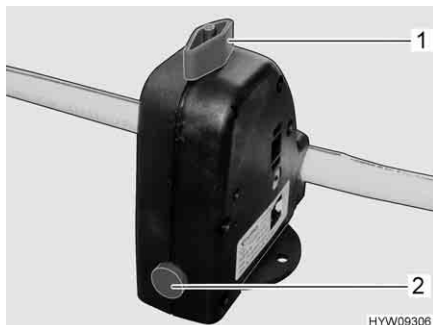

Fig. 99 Valvola di sicurezza/di scarico (Truma)
- Chiudere la valvola di sicurezza/di scarico (Truma). A tal fine ruotare la manopola (Fig. 99,1) verticalmente rispetto alla valvola di sicurezza/di scarico e premere verso l'interno il bottone automatico (Fig. 99,3). Con temperature inferiori a 6 °C non è possibile chiudere la valvola di sicurezza/di scarico.